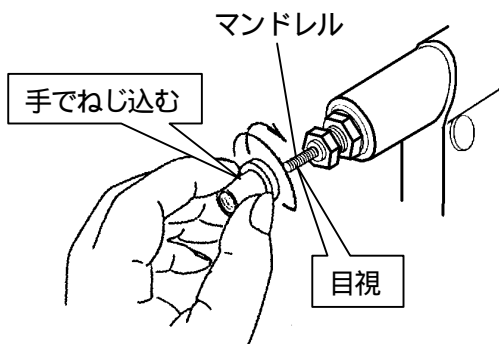

図6-3
- (1) ポップナットを手でマンドレルにねじ込んで、スムーズにねじ込めることを確認してください。
- (2) 目視にて、締結に支障をきたすような摩耗、損傷がないことを確認してください。(図6-3)